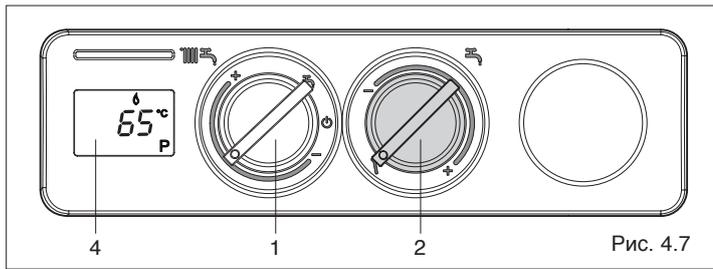

Рис. 4.7
- **Режим газоанализа:** при повороте ручки регулирования температуры горячей воды (2, Рис. 4.7) на символ  $\bar{\lambda}$  активируется функция газоанализа, на дисплее (4, Рис. 4.7) загорится символ **P**. При повороте переключателя режимов работы (1, Рис. 4.7) на максимум (конец шкалы – символ +), горелка перейдёт на максимальную мощность, включится циркуляционный насос системы отопления, а котёл (если он был погашен) разожжётся и будет работать 10 минут. При работе котла в этом режиме остаются активными устройства защиты и, если максимальная температура будет достигнута прежде, чем истекут 10 минут, котёл начнёт плавно изменять мощность в сторону её понижения. При повороте переключателя режимов работы на минимум (конец шкалы – символ -), горелка перейдёт на минимальную мощность. По истечении заданного времени система выключится. Для того чтобы возобновить нормальную работу, или прервать данную функцию, снова установите ручку (2, Рис. 4.7) на нужное значение температуры.